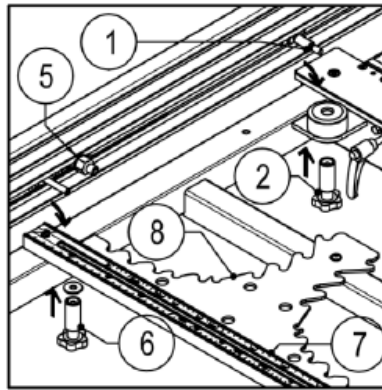

Bild. 18B
För att placera kaphålllet på kaphållborden, måste du placera anhänglet med höger gångjärnsstift (1) i hålet på framsidan av bordet (fig. 18B). Placera nu klämskruven (2). Skjut anhänglet bakåt tills stoppbulten (3) sitter ordentligt i den bakre stödpunkten (4) och stoppbulten (5) i stödpunkt. Dessa stödpunkter fungerar också som ett 90 ° stopp. Stödpunkten (4) är inställd fast, den kan justeras om så önskas, men det tjänar inte till att justera anhänglets raket, detta görs med 4 justeringsbultar (fig 17, 2), men för att justera den bakre fästpunkten utan spel. Anhänglet kan användas i två lägen, fram eller bak och i en vinkel. Alla fästpunkter är fabriksinställda. Det finns ett indexsystem för anhänglet. Detta gör att du kan se exakt i en vinkel och ha en korrekt längdavläsning på anhänglet. Lossa de 3 fästskruvarna löst, tryck in stoppbalken framåt så att den är fri från stödpunkten (4). Nu kan anhänglet flyttas i en vinkel. Vinkeln kan avläsas på mätskalan (7). Dra nu anhänglet bakåt tills stoppet (5) faller i en av skårorna på indexplattan (8). Nu är du säker på vinkel och längd. Nu kan spännskruvarna (2 och 6) fästas igen.